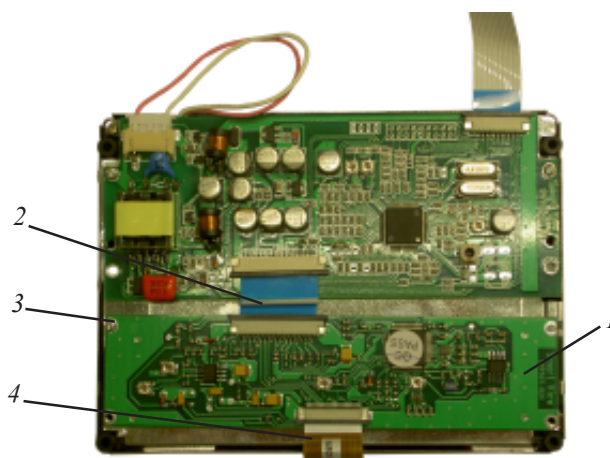

Рис.17.
6. Установить ремонтную плату (1), предварительно подсоединив к ней широкий плоский кабель (2) и защёлкнув его замок (рис.17).
7. Закрепить плату (1) саморезом (3).